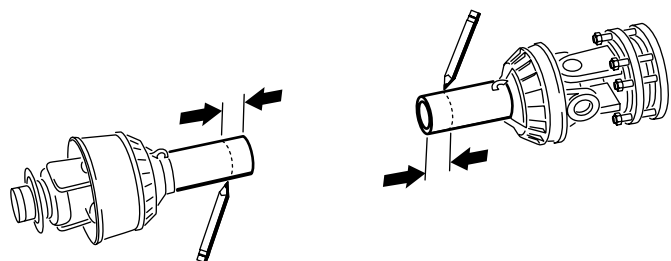
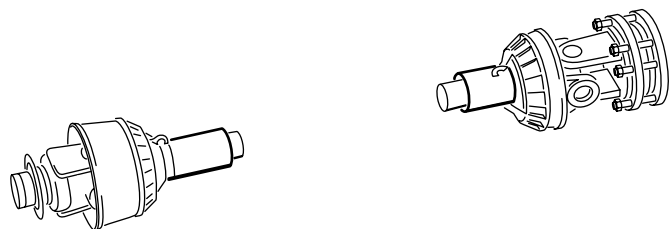

図 20
図 21
14. 手順 11 で決定した寸法を使って、安全シールドのみを切断し、各シャフト部分が露出するようにする 図 20 と 図 21。